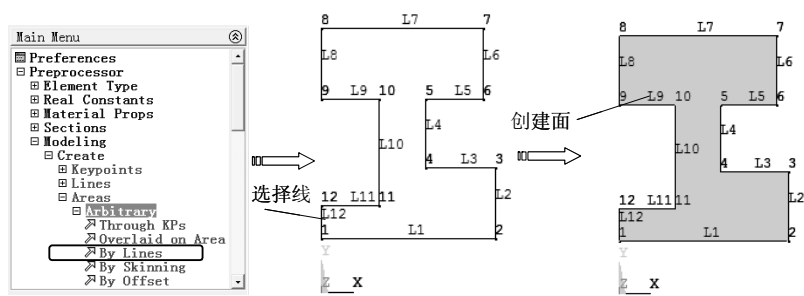

图 7-45 通过边界线定义面
7) 选择 “Main Menu>Preprocessor>Modeling>Create>Areas>Arbitrary>By Lines” 命令，弹出 “Create Area By Lines” 对话框，选择 “Loop” 单选按钮，选择任意一条直线，系统自动选择所有线，成一个封闭区域)，然后单击 “OK” 按钮创建面，如图 7-45 所示。